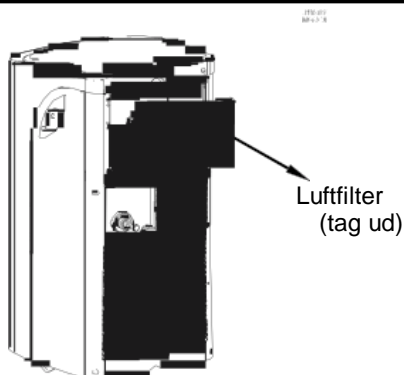

Fig.24
Tag luftfilteret ud langs med pilens retning (Fig.24).
- Fjern proppen fra bunddrænets udløb, alt vandet i bundbakken vil løbe ud (Se Fig.24).